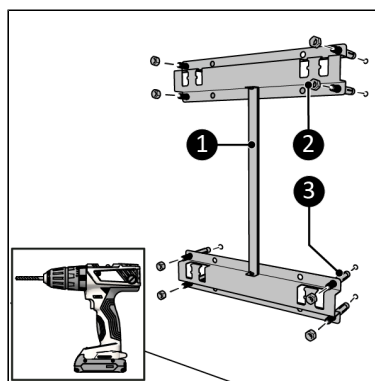

Figure 106.
3. Placera ankarbultarna (Figure 106, pos. 3).
4. Dra åt väggfästet (Figure 106, pos. 1) mot väggen med de åtta muttrarna (Figure 106, pos. 2).